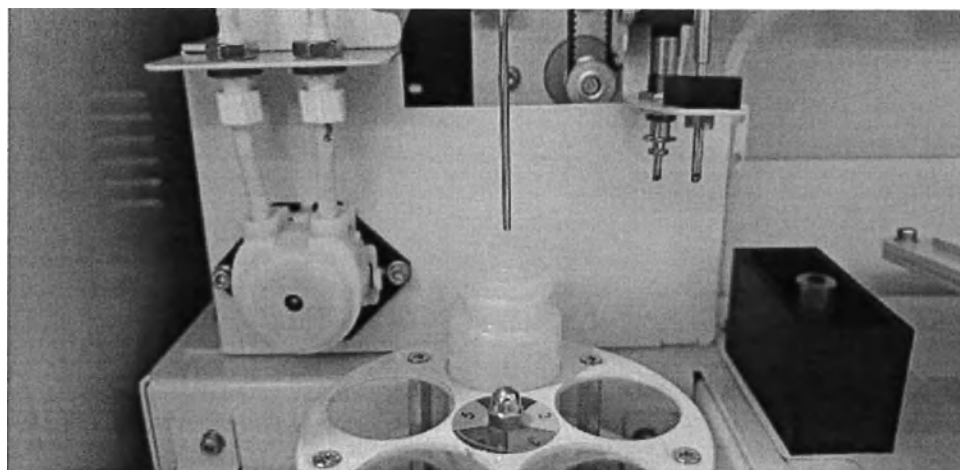

Рисунок 26
9.5.4.4 Зонд переместится в последнее положение его использования [Рисунок 26].